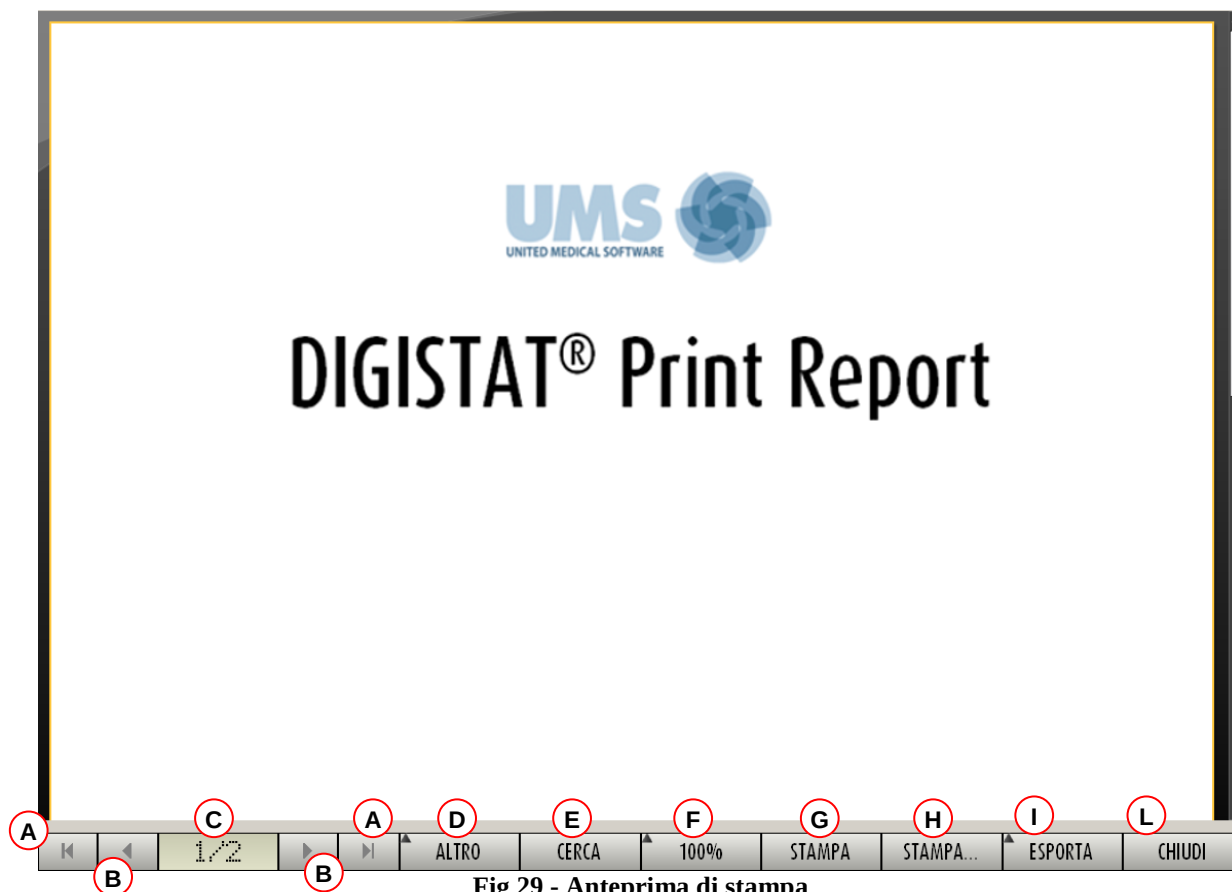
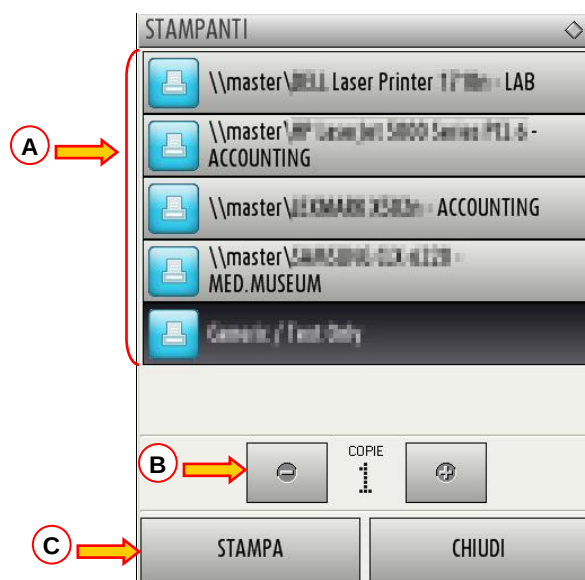

Fig 29 - Anteprima di stampa
Fig 36
Si aprirà una schermata di anteprima di stampa del documento configurato (Fig 29).
A - I pulsanti  e  (Fig 29 **A**) permettono di portarsi all'inizio e alla fine del documento.
B - I pulsanti  e  (Fig 29 **B**) permettono di visualizzare la pagina precedente e la pagina successiva.
C - Il display  (Fig 29 **C**) indica il numero della pagina correntemente visualizzata.
D - Il pulsante  (Fig 29 **D**) permette di utilizzare eventuali opzioni aggiuntive di gestione delle stampe (in questa configurazione è possibile aggiungere una filigrana - si veda il paragrafo 7.5.2.1 per una descrizione di queste opzioni).
E - Il pulsante  (Fig 29 **E**) permette di operare una ricerca all'interno del documento visualizzato. Si veda il paragrafo 7.5.2.2 per la procedura.
F - Il pulsante  (Fig 29 **F**) è uno zoom che permette di cambiare la modalità di visualizzazione. Si veda il paragrafo 7.5.2.3 per le opzioni disponibili.
G - Cliccare il pulsante  (Fig 29 **G**) per stampare il documento.
H - Cliccare il pulsante  (Fig 29 **H**) per aprire la finestra di opzioni di stampa (Fig 36). Tale finestra permette di selezionare la stampante da usare e il numero di copie. Si veda il paragrafo 7.5.2.4 per la descrizione di tale finestra.
I - Il pulsante  (Fig 29 **I**) permette di esportare i contenuti del documento in diversi formati. Si veda il paragrafo 7.5.2.5 per la procedura.
L - Il pulsante  (Fig 29 **L**) chiude l'anteprima di stampa.
Il pulsante  (Fig 29 E) permette di operare una ricerca all'interno del documento visualizzato.
Il pulsante  (Fig 29 F) è uno zoom che permette di cambiare la modalità di visualizzazione.
- Cliccare il pulsante  (Fig 29 H) per aprire la finestra di opzioni di stampa (Fig 36)
- Cliccare l'opzione desiderata sul menu per selezionare la stampante (Fig 36 A).
- Impostare il numero di copie da stampare attraverso i pulsanti  (meno una copia) e  (più una copia) - Fig 36 B.
- Cliccare il pulsante  (Fig 36 C) per stampare il documento.
Il pulsante  (Fig 29 I) permette di esportare i contenuti del documento in diversi formati.